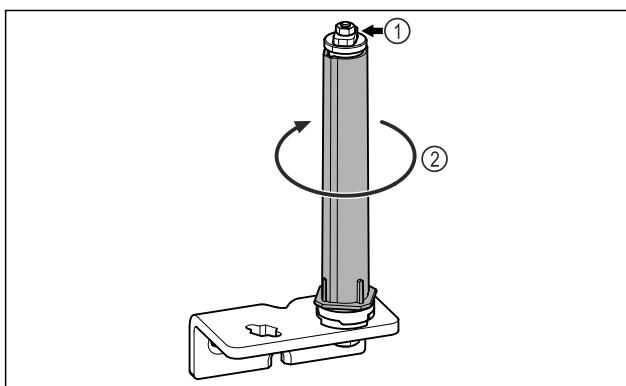

Fig. 28
► Neizjauciet durvju slēgšanas sistēmu Fig. 28 (1).
- Pagrieziet slēgšanas sistēmu Fig. 28 (2), līdz tā noklikšķ.